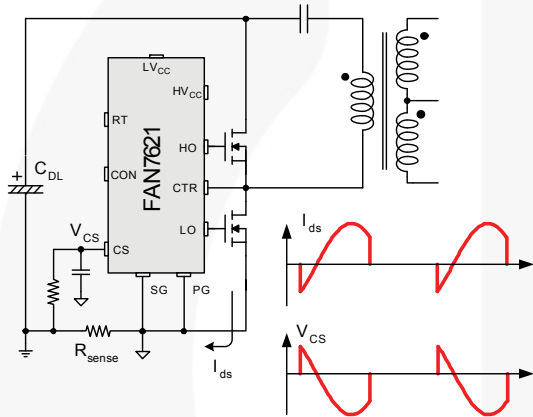
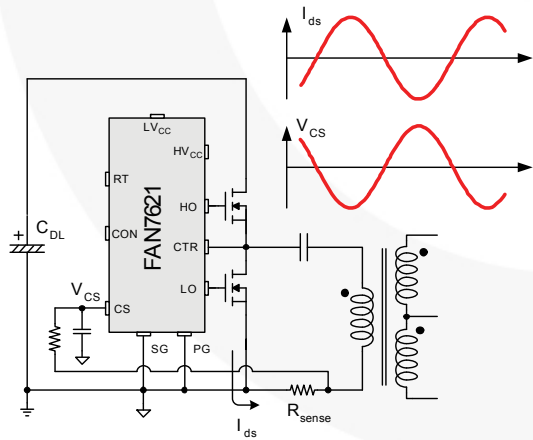

图 25. 半波检测
图 26. 全波检测
5.3 使用电阻的电流感测：FAN7621 检测漏电流为负压，如图 25 和图 26 所示。半波检测方式允许检测电阻产生低功耗，但是全波检测方式的检测信号具有较低开关噪声。